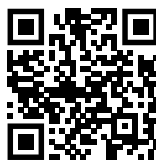

Fig. 115
- ▶ Otvorite Liebherr SmartMonitoring Dashboard. (pogledajte Fig. 115)